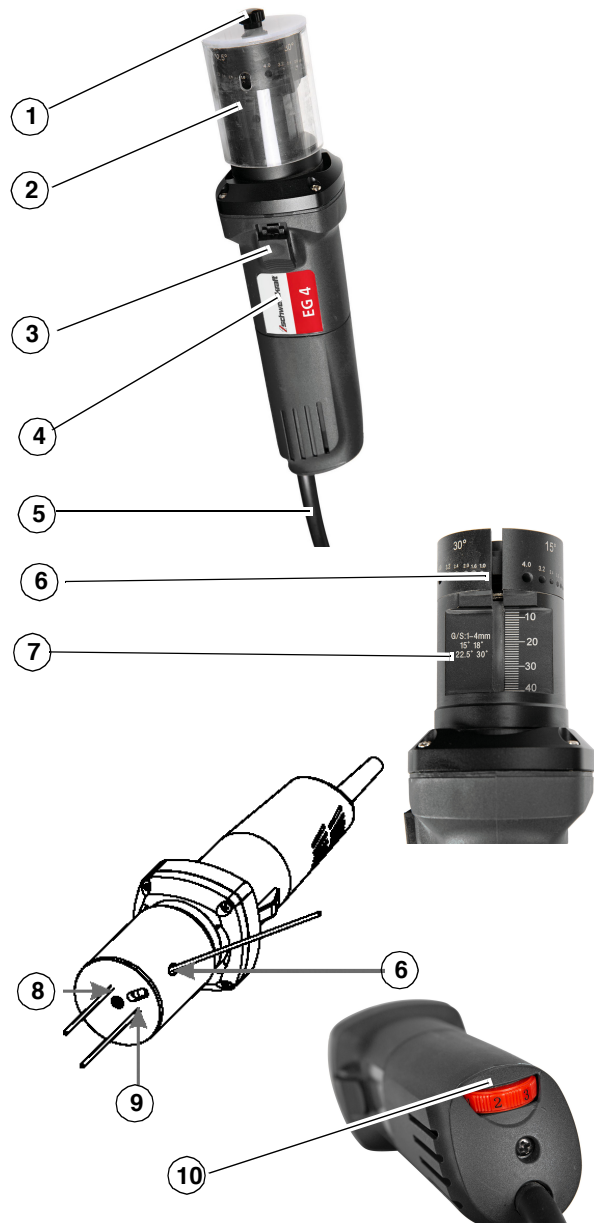

Abb. 2: Gerätebeschreibung EG 4
Schritt 2: Führen Sie die Wolframelektrode durch den Schlitz (Pos. 8, Abb. 2) an der Stirnseite der Abdeckkappe und führen Sie sie in die passende Anschleif-Öffnung ein.
Schritt 2: Führen Sie die Wolframelektrode durch den Schlitz (Pos. 6, Abb. 2) an der Seite der Schutzabdeckung und führen Sie sie in die Bohrung der entsprechenden Größe und dem passenden Winkel zum Schleifen ein. Drehen Sie die Elektrode langsam und kontrollieren Sie den Schleifgrad. Wenn der gewünschte Schliff erreicht ist, entfernen Sie die Wolframelektrode.
Schritt 1: Führen Sie die Elektrode durch den Schlitz an der Stirnseite (Pos. 9, Abb. 2) und führen Sie sie in die Öffnung ein, bis sie die gewünschte Position für den Schnitt erreicht haben (Skala bis max. 40 mm).